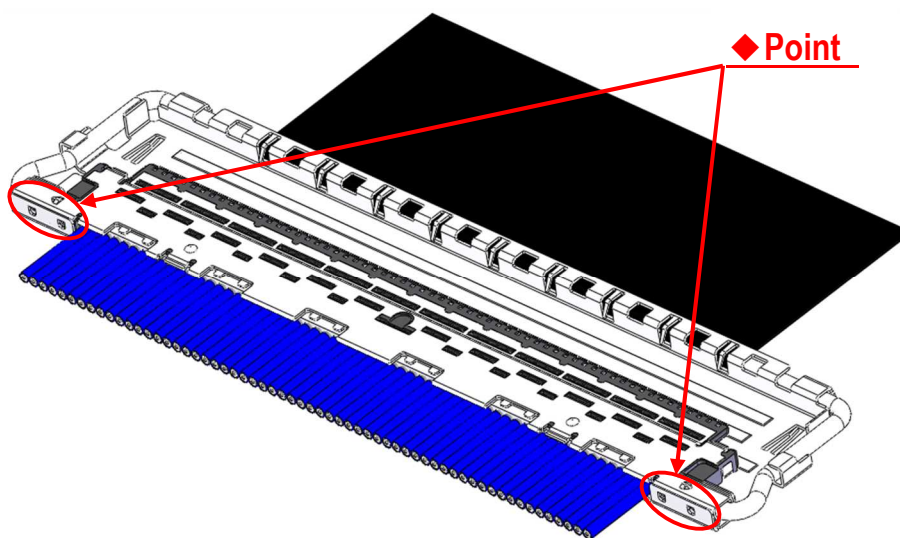

Fig.11 Soldering of SHELL-A and SHELL-B
- ⑤ SHELL-A と SHELL-B を半田コテにて全箇所半田付けすることを推奨する。 (Fig.11 ◆部)